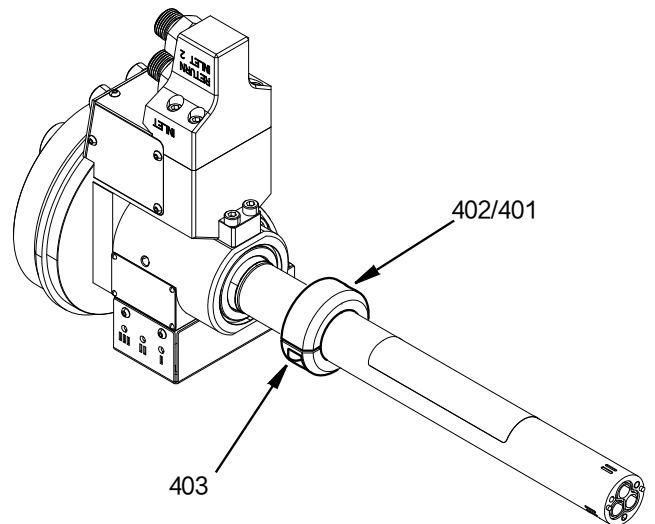

FIG. 16
8. 将转换接头从中部机身上卸下后，拧松两个 M5 螺丝 (403)，然后用垫圈 (402) 卸下锁环组件 (401)。参见 FIG. 16。